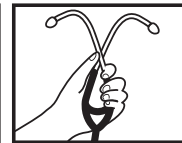

Fig. 4
4. Para aumentar la tensión del muelle, aprieta los tubos de los oídos juntos como se muestra en la Fig. 4.